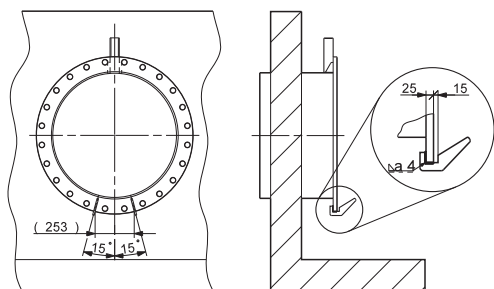

Рис. 8 Положение направляющих клыков
3. SRP.xx.80.xx: Приварить направляющие клыки к соединительному фланцу. См. рис. 8.